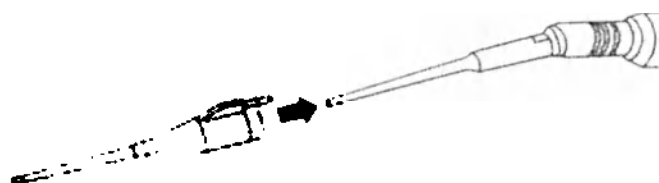

Рисунок 5 - Установка наконечника
- Повернуть наконечника в нужное положение, если это необходимо (рисунок 5).